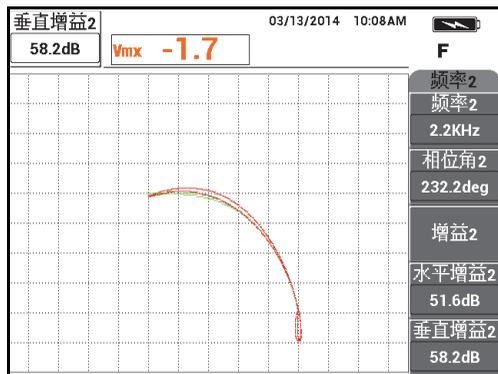

图 5-126 调节频率 2 信号的垂直振幅
16. 再次按下增益键 (**dB**)，然后增加频率 2 信号 (红色) 的垂直波幅，直到它正好延伸到平衡点上方的 4 个分区 (参见第 202 页的图 5-126)。